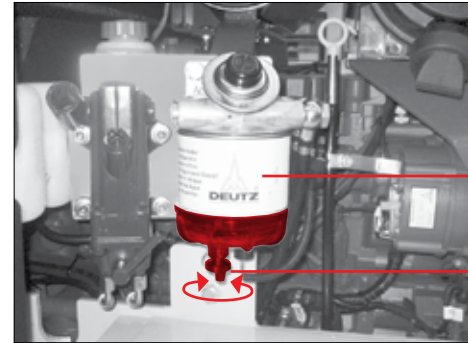

Fig. 88
1. Placer un récipient sous le séparateur d'eau pos. 1 (Fig. 88).
2. Desserrer la vis de vidange du tube-regard pos. a (Fig. 88).